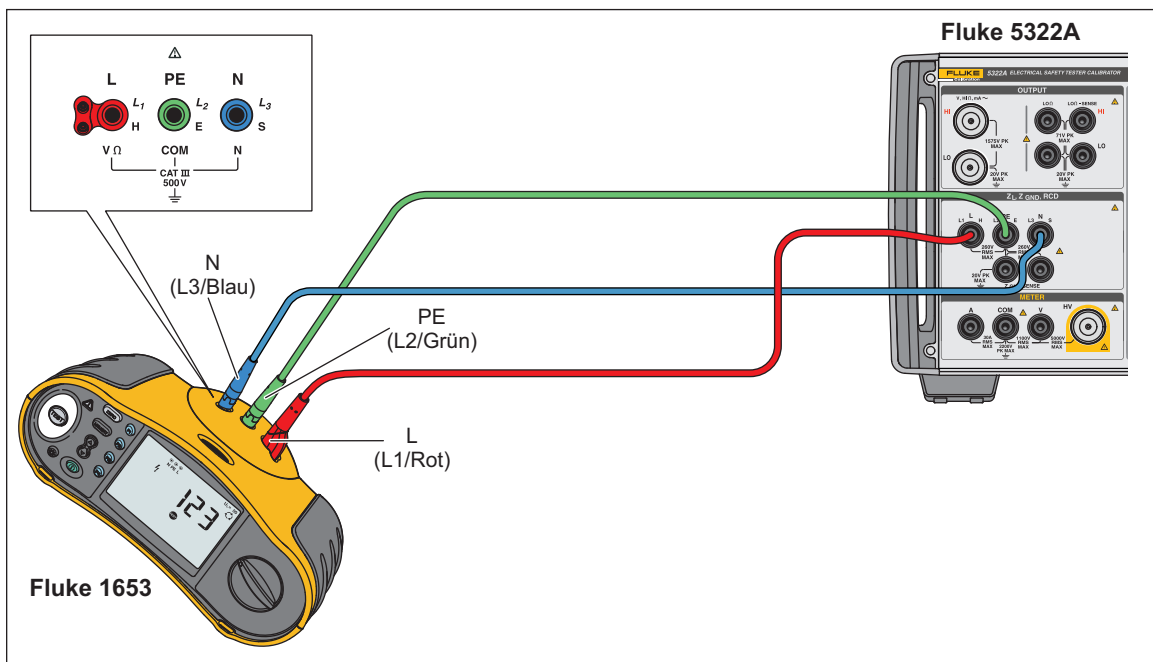

Abbildung 44. Kalibrierung von Leitungs- und Schleifenimpedanz an einem Fluke 1653
2. Schließen Sie das DUT an die Anschlüsse L, PE und N des Produkts an, wie in Abbildung 44 dargestellt. Bei einigen Netzimpedanztestern muss PE nicht angeschlossen werden.
2. Schließen Sie das DUT an die Anschlüsse L, PE und N des Produkts an, wie in Abbildung 44 dargestellt.